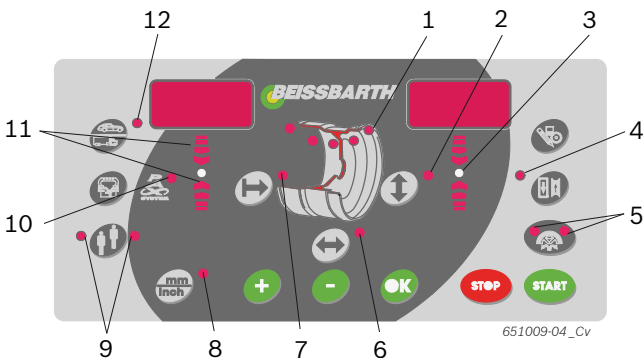

Fig. 4: LED en el campo de manejo/campo de visualización
- ➔ Mediante los LED (fig. 4, pos. 1) se indican las posiciones de los niveles de equilibrado para cada programa de equilibrado.
- i** Cuando se selecciona un programa de equilibrado PAX se ilumina adicionalmente el LED Pax (fig. 4, pos. 10).
2. Seleccionar la distancia de llanta determinada a través de la tecla <-> o <+> para la distancia de llanta (fig. 4, pos. 7).
4. Seleccionar la anchura de la llanta determinada a través de la tecla <-> o <+> para la anchura de la llanta (fig. 4, pos. 6).
6. Seleccionar el diámetro de la llanta determinado a través de la tecla <-> o <+> para el diámetro de la llanta (fig. 4, pos. 2).
- ⇒ Se iluminan ambos LED de la tecla <SPLIT> (fig. 4, pos. 5).
- ⇒ En cuanto se alcanza la posición para la fijación del contrapeso, se enciende el LED (fig.4, pos. 3). Un tono de señalización confirma la posición correcta (detrás de un radio).